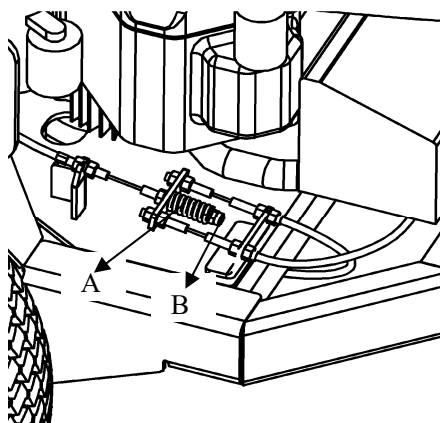

Fig. 23
2. Repérez le ressort de frein (A, Fig. 23).
4. Si le ressort n'est pas dans cette plage, desserrez le frein de stationnement et tournez l'écrou de réglage (B, Fig. 23) pour comprimer ou détendre le ressort.